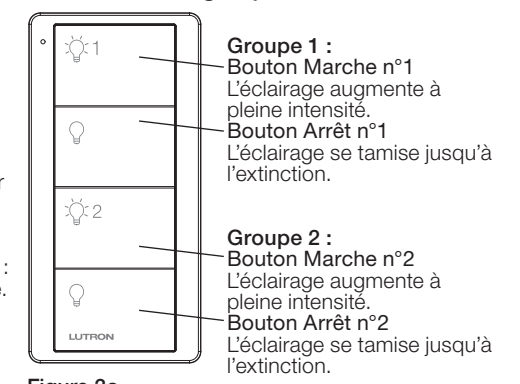

Figure 3c
**Remarque :** Pour les commandes sans fil Pico® à deux groupes seulement, associez le deuxième groupe en répétant les étapes 1 et 2 avec le bouton **Arrêt** du deuxième groupe (Figure 3c).